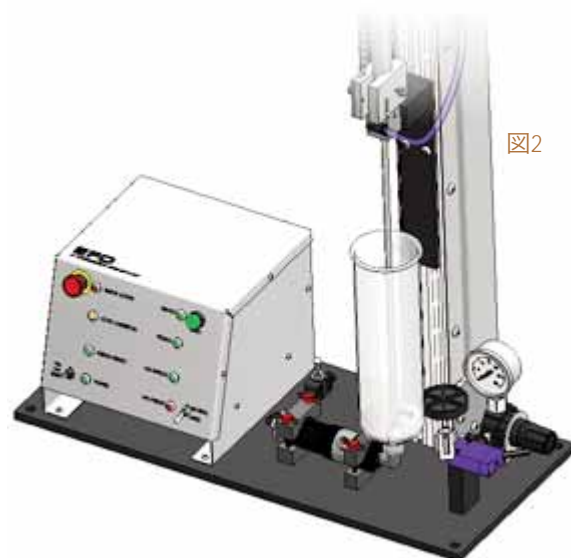

図2
6. シリンダーロッドが、カートリッジの底辺に接触するまで、シリンダープレートマウントの二つのネジを緩め、シリンダーアセンブリの高さを調整します。アセンブリの位置が決まったら、シリンダープレートの取り付けネジを図2に従って締めます。